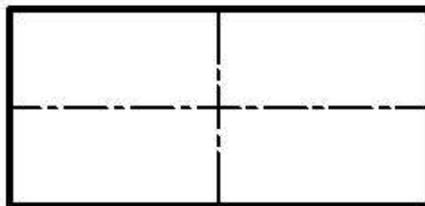

Рис. 110
3. Команда **2М набросок** из контекстного меню, выбрать необходимые команды: **Вспомогательные линии, прямоугольник** (рис. 110).